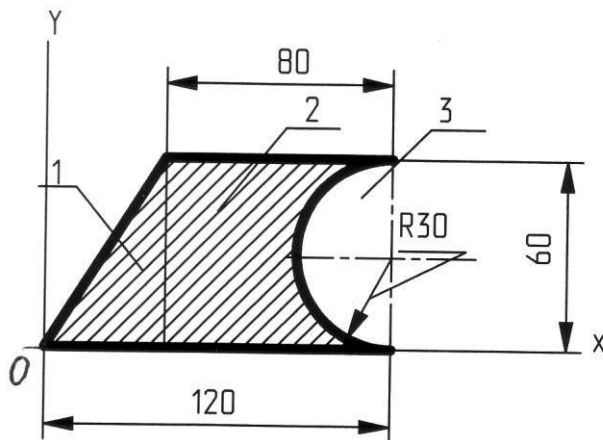

Рис.7
**Пример 4.** Определить координаты центра тяжести сечения, представленного на рис. 7.